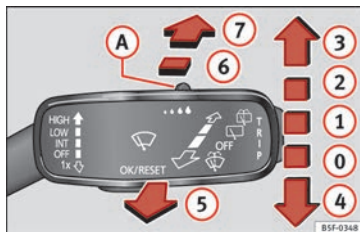

Abb. 130 Scheibenwischerhebel: Scheibenwischer für die Heckscheibe
- Drücken Sie den Hebel nach vorne bis in die Position ⑥ » Abb. 130. Der Wischer arbeitet etwa alle 6 Sekunden.
- Drücken Sie den Hebel ganz nach vorne in die Position ⑦ » Abb. 130. Der Heckscheibenwischer und die Heckscheibenwaschanlage arbeiten gleichzeitig. Solange Sie den